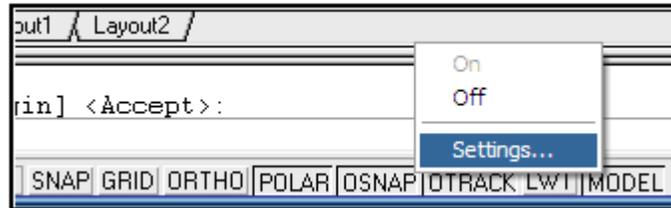

Figura 92
17. Enseguida movemos el cursor del mouse sobre el botón OSNAP y damos un clic con el botón derecho del mouse para que aparezca la ventana *Drafting Settings*; en ella ajustamos la opción *Object Snap on* con la tecla F3 del teclado, ajustamos también las opciones *Intersection*, *Endpoint* y *Extension* en ON dando un clic con el botón izquierdo del mouse sobre cada una de ellas y finalmente confirmamos con el botón OK, como se aprecia en la figura 92 y 92a.